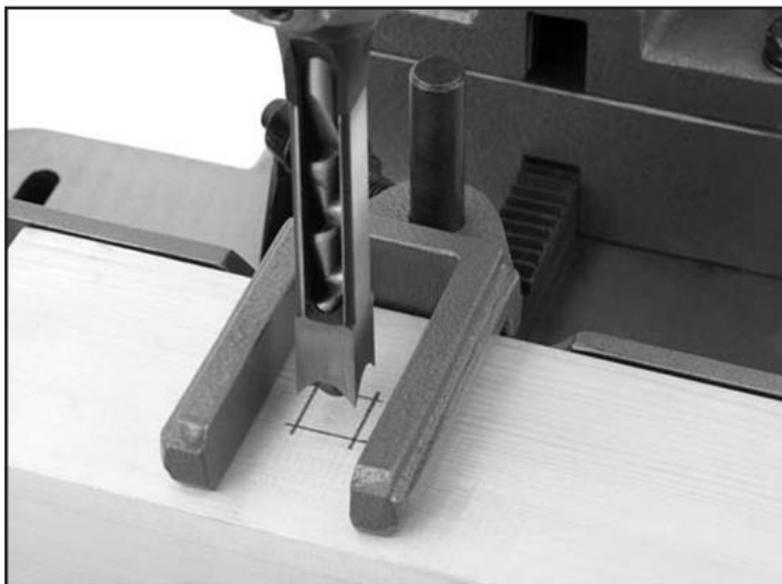

Рисунок 27. Выравнивание долота по контуру
6. Совместите долото с контуром паза (см. рис. 27), включите питание и с помощью ручного рычага плавно введите долото в образец для теста.